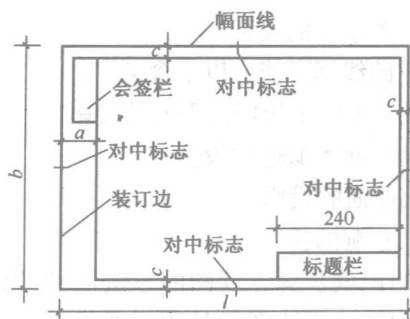
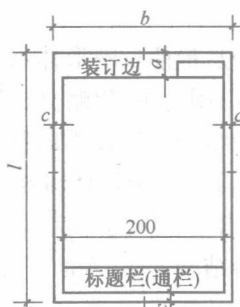

图 1-3 A0~A3 横式幅面
图 1-5 A4 立式幅面
1) 图纸幅面及图框尺寸应符合表 1-1 中的规定及图 1-3~图 1-5 中的格式。